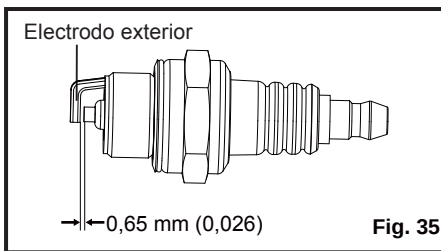

Fig. 35
- Ajuste la brecha de la bujía doblando el electrodo exterior (Fig. 35).